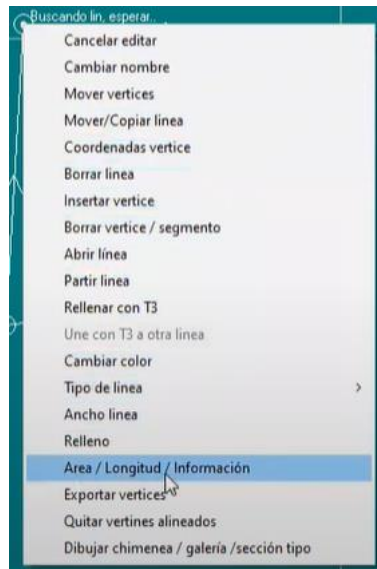

Figura 332. Calcular área y perímetro.
38. Para calcular el área y perímetro, dar clic en cualquier vértice y seleccionar la opción “Área/Longitud/Información”. Figura 332.